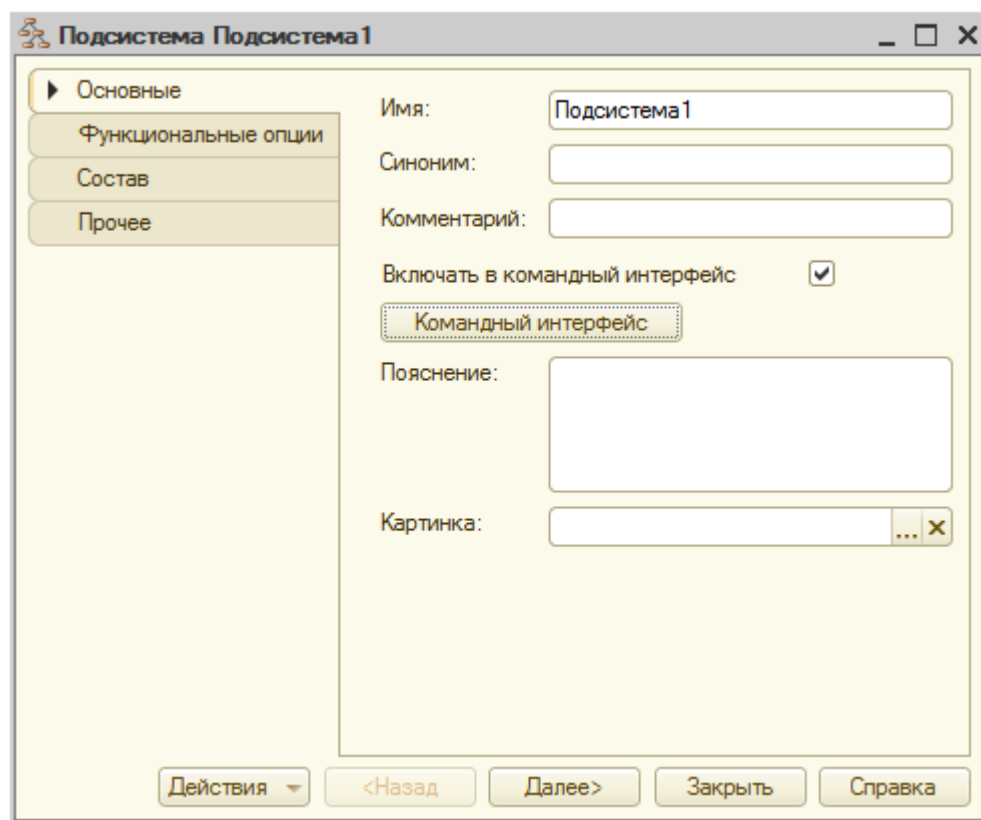

Рисунок 2.2- Окно редактирования объекта
1.2 Создадим те же подсистемы в новой конфигурации. Для создания новой подсистемы нужно перейти в ветвь дерева конфигурации **Общие > Подсистемы**, после чего либо выбрать команду **Добавить** из контекстного меню ветви **Подсистемы**, либо выделить эту ветвь и нажать клавишу **Ins** на клавиатуре, либо воспользоваться кнопкой **Добавить** из командной панели дерева конфигурации. После этого появится окно редактирования объекта конфигурации, приведенное на Рисунок 2.2.